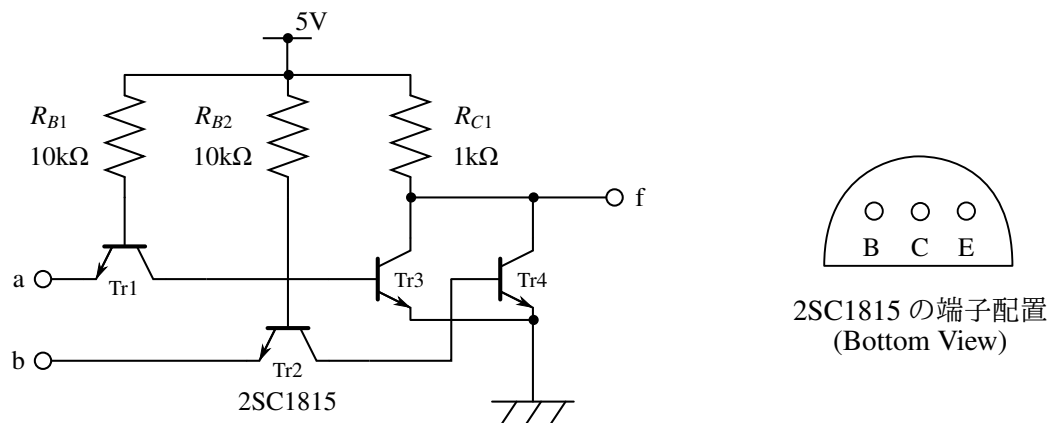

図 9-6 トランジスタ論理回路 3
- 3) 図 9-6 の回路を製作せよ．次に，入力端子 a, b に電圧を印加したときの出力 f の電圧をマルチメータで測定して，動作特性表を完成せよ．また，正論理の真理値表を完成してこの回路の論理動作を検討せよ．